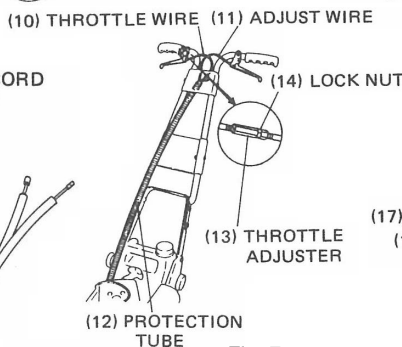

Fig. 7
- a. Route the protection tube containing the adjust wire, throttle wire, and stop cord as shown in figure 7.
- c. Connect the throttle wire end to the throttle lever which is located on the right handle. After connection of throttle wire, turn throttle adjuster counterclockwise until play between the throttle lever and wire becomes minimized and then lock throttle adjuster with lock nut. (Fig. 7)
- d. Connect the adjust wire to the adjust lever which is located on the left handle. (Fig. 7)
- a. Legen Sie das Schutzrohr, welches das Ausgleichsseil, das Drosselseil und das Abstellseil enthält, wie in Abbildung 7 gezeigt.
- c. Verbinden Sie das Drosselseilende mit dem Drosselhedel, welcher sich am rechten Handgriff befindet. Nachdem das Drosselseil verbunden ist, drehen Sie den Drosseleinsteller linksgängig, bis der Spielraum zwischen dem Drosselhebel und dem Seil verringert wird. Anschließend den Drosseleinsteller mit einer Verschluss-Schraube verriegeln. (Abbildung 7)
- d. Einstellseil mit Einstellhebel, welcher sich am linken Handgriff befindet, verbinden. (Abbildung 7).